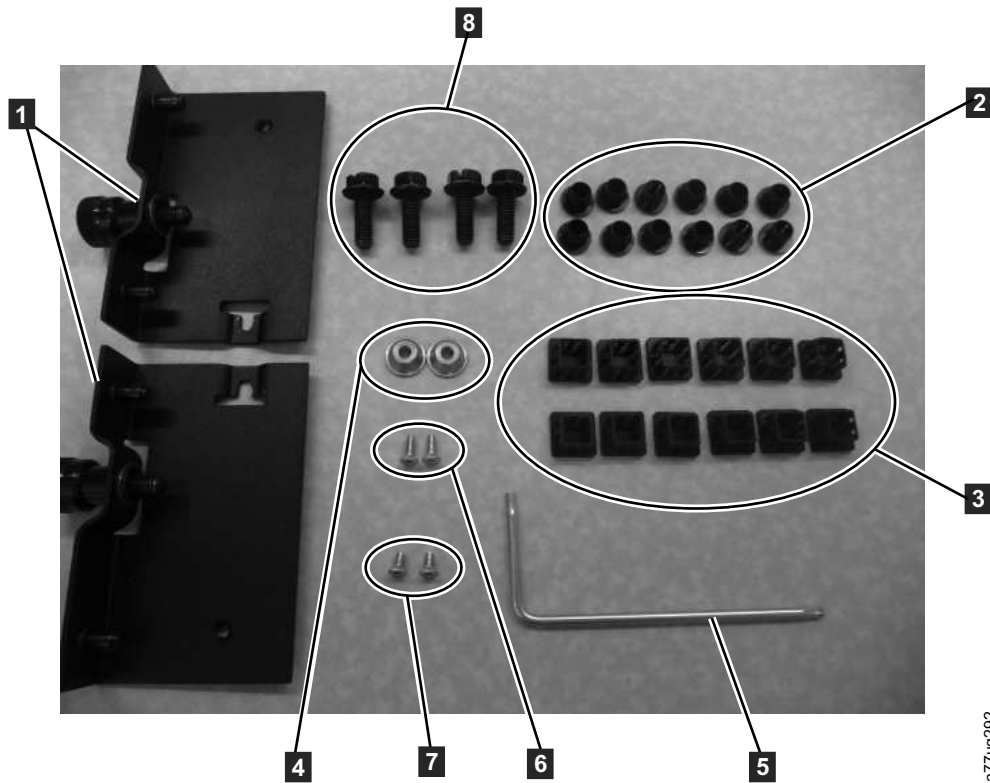

図 25. ラック・キット B のマウント・ハードウェア
- 拘束つまみねじ付きの取り付け金具 2 つ (図 25 の **1**)
- Torx レンチ 1 つ (図 25 の **5**)